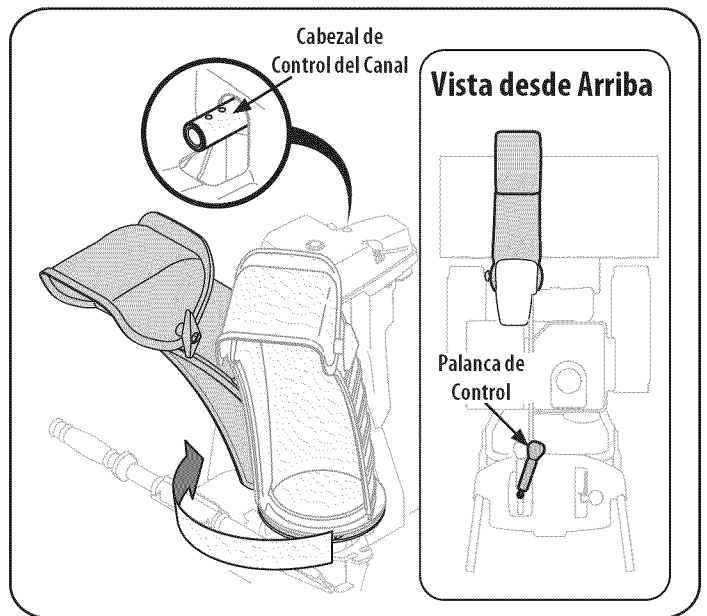
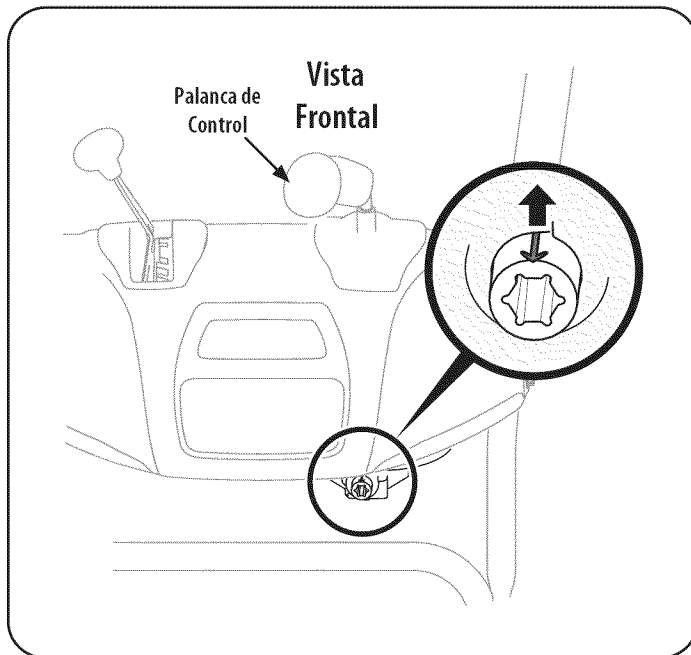

Figura 6
Figura 7
5. Apriete el disparador en la palanca de control y gire el canal manualmente para que mire hacia delante. Los orificios en el cabezal de control del canal estarán mirando hacia arriba. Vea la Figura 6.
6. Gire la palanca de control a la una posición tan que la flecha indicadora plateada en el engranaje del piñón por debajo del panel de control señale hacia arriba. Vea la Figura 7.
NOTA: La palanca de control girará ligeramente hacia la derecha. Vea la Figura 6 & la Figura 7.